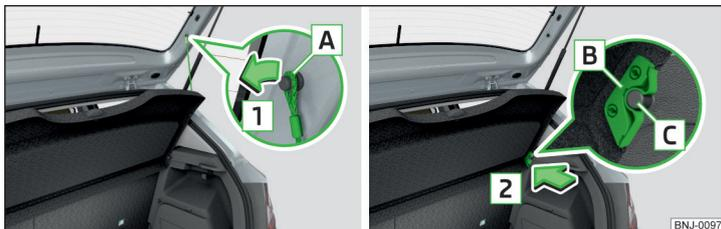

Fig. 95 Retirar la cubierta del maletero
Si las cintas de sujeción **A** » fig. 95 están enganchadas en la tapa del maletero, entonces al abrir la tapa también se levantará la cubierta del maletero (a continuación, sólo cubierta).
- » Sacar en ambos lados de la tapa del depósito las cintas de sujeción **A** en el sentido de la flecha **1** » fig. 95.
- » Coloque los alojamientos **B** en la cubierta sobre los pernos **C** » fig. 95.
En el área delantero tienen que enclavar completamente los alojamientos **B** » fig. 95 de la pág. 80 de la cubierta en los pernos en el revestimiento lateral. En la parte trasera tiene que estar asegurada la cubierta en ambos lados debajo del enclavamiento.